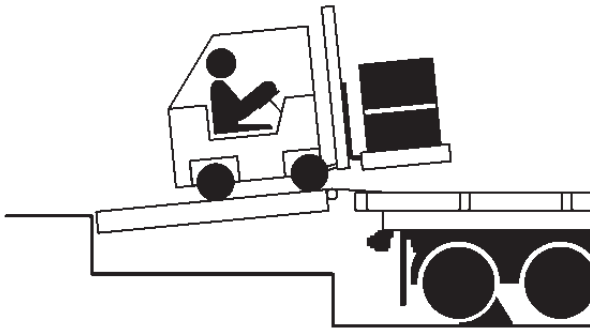

Figure 17
- c. S'assurer que le hayon complètement déployé et en appui sur le véhicule de transport sur toute la largeur de la plateforme et qu'il chevauche le plateau du véhicule sur au moins 102 cm (4 po). Voir Figure 17.